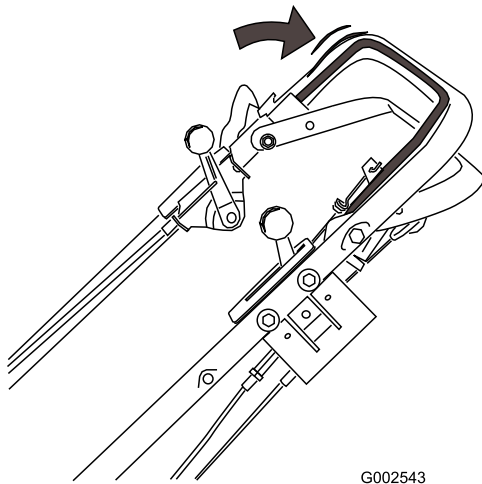

Figura 15
2. Tire de la barra de control hacia el manillar, sujetándola en esa posición (Figura 15).